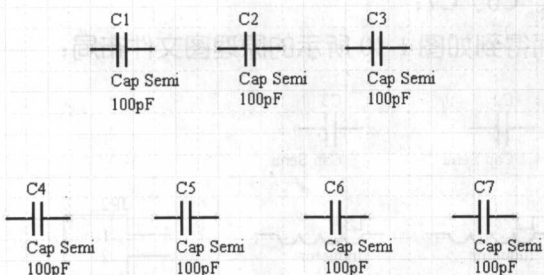

图 1-6 放置电容图
- (7) 放置了第一个电容后，系统将自动弹出一个处于浮动状态的电容随着光标一起移动，在工作区内适当位置单击鼠标左键即可添加第二个电容；
- (8) 添加完第二个电容后，系统又将自动弹出一个处于浮动状态的电容随着光标一起移动，按照同样方法可继续添加其他电容；
- (9) 如图 1-6 所示，完成第七个电容的放置操作后，单击鼠标右键退出放置电容命令状态，此时，系统将自动弹出“Place Part”（放置元件）对话框；